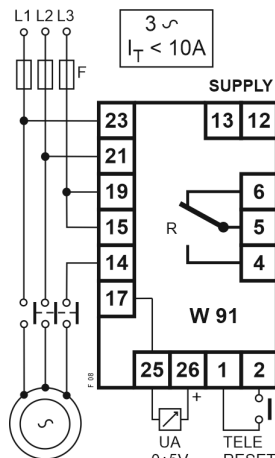

Fig. 8
Seguire lo schema di fig.8
a) Se  $I_T$  è minore di 10A si può usare l'inserzione diretta (v. schemi di fig. 8 e 10).
Tensione motore 400Vac,  $I_T=3,5A$  (fig.8).
Follow diagram of fig.8
a) If  $I_p$  is lower than 10A the device is by direct insertion connected (fig. 8 and 10).
Motor Voltage 400Vac  $I_p=3,5A$  (fig.8).